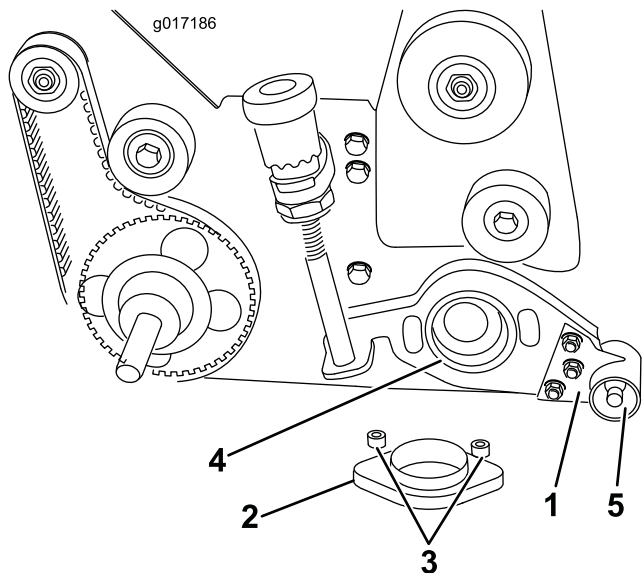

Figura 9
- A. Inserite un anello adattatore nella sede del cuscinetto del cilindro (Figura 9).
- B. Fate scorrere il gruppo della piastra all'estremità dell'albero grooming (Figura 9).
- C. Inserite due viti a testa piana da 3/8 x 2 poll. nel carter del braccio del groomer e nell'adattatore del cuscinetto. Inserite un distanziale su ogni vite prima di posizionare l'adattatore nella sede del cuscinetto del cilindro. Fate scorrere l'adattatore attraverso il cuscinetto di bronzo nel gruppo della piastra del groomer e nella sede del cuscinetto del cilindro. Montate i dadi di bloccaggio sulle viti a testa piana e serrateli a un valore compreso tra 31 e 37 Nm (Figura 9).
- D. Fissate l'estremità destra dell'albero del groomer al gruppo della piastra del groomer con un dado di bloccaggio da 1/2 poll. (filettatura sinistra). Serrate il dado di bloccaggio a un valore compreso tra 39 e 47 Nm (Figura 9).
22. Installate il gruppo della manopola di regolazione del groomer sulla piastra destra con la vite a testa cilindrica 3/8 x 5/8 poll. e la rondella Belleville rimossa nel passaggio 8B (Figura 9).